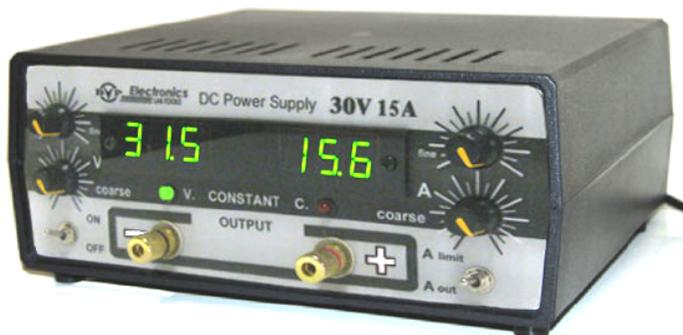

Рис. 1. Импульсный источник питания постоянного тока Lab Tools 30V 15A
- 1.1 Источник питания Lab Tools 30V 15A (рис. 1) - это импульсный преобразователь сетевого напряжения 220 В 50 Гц в постоянное регулируемое напряжение до 30 В, с максимальным регулируемым током до 15 А.